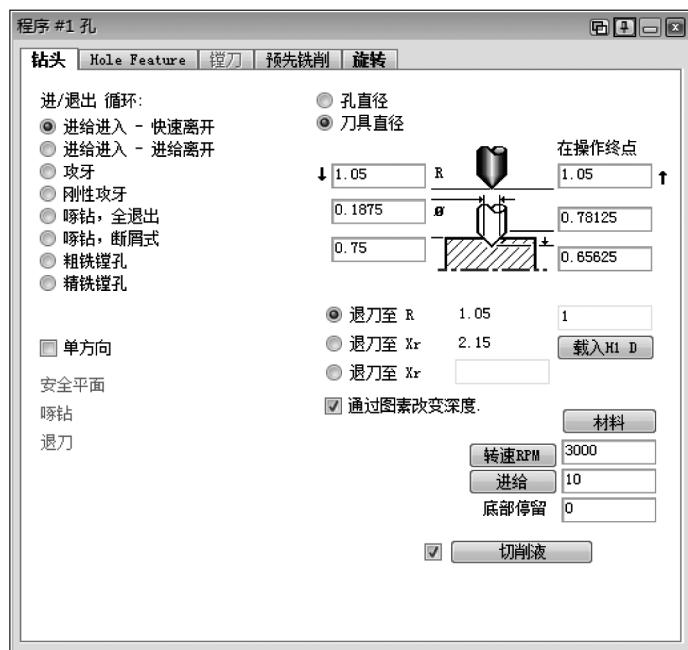

图 2-81 孔工艺参数#1
1) 使用刀具#9 产生孔工艺参数#1, 如图 2-81 所示。